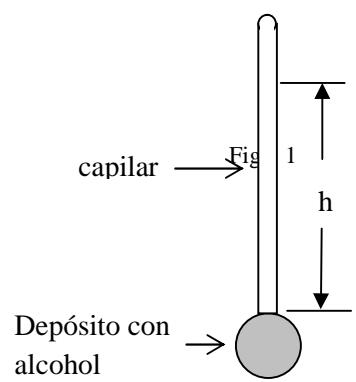

Fig.1
2. El volumen interior del depósito de vidrio de un termómetro de alcohol (ver Fig. 1), es de 15 cm^3 y el diámetro del capilar (hecho del mismo vidrio) es de 1,0 mm. El alcohol llena completamente el depósito cuando su temperatura es 0°C (ver figura). Sabiendo que el **coeficiente de dilatación lineal del vidrio** es $r_{\text{vid}} = 10 \times 10^{-6} [\text{C}^{-1}]$ y que el **coeficiente de dilatación volumétrico del alcohol** es $s_{\text{alc}} = 0,75 \times 10^{-3} [\text{C}^{-1}]$, calcule: